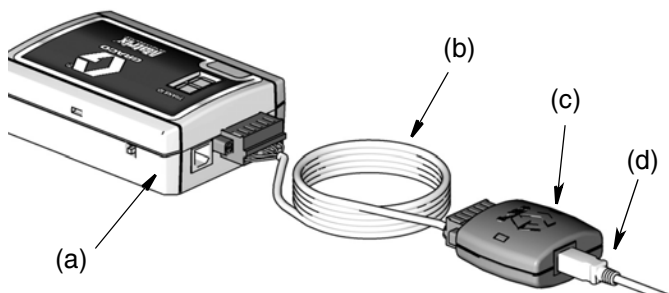

Рис. 8
Преобразователь RS422 (с) (Рис. 8) – для расстояния не больше 1219 м (4000 футов).
1. Подсоедините компоненты: приемопередатчик (а), RS422-кабель (b), преобразователь RS422 (с) и USB-кабель (d) (см. Рис. 8).